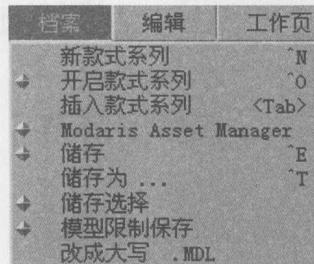

图 1-15
(2) 打开 Lectra Modaris 软件，在下拉式菜单【档案】中选【新款式系列】，如图 1-15 所示。